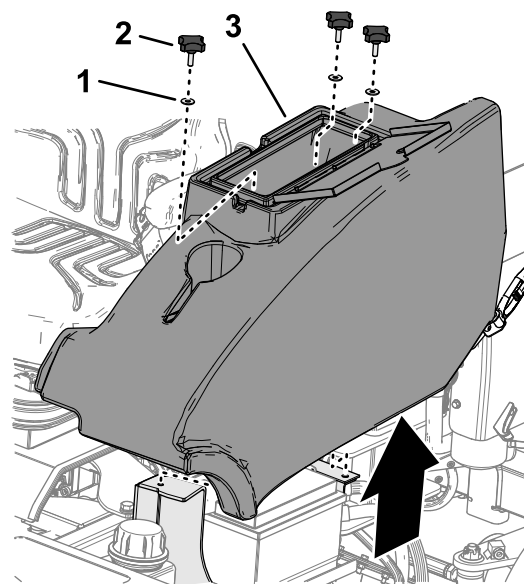

**Figura 45**
2. Quando a plataforma se aproxima da posição totalmente descida, mova o manípulo de fecho da plataforma (Figura 45) para a frente da máquina.